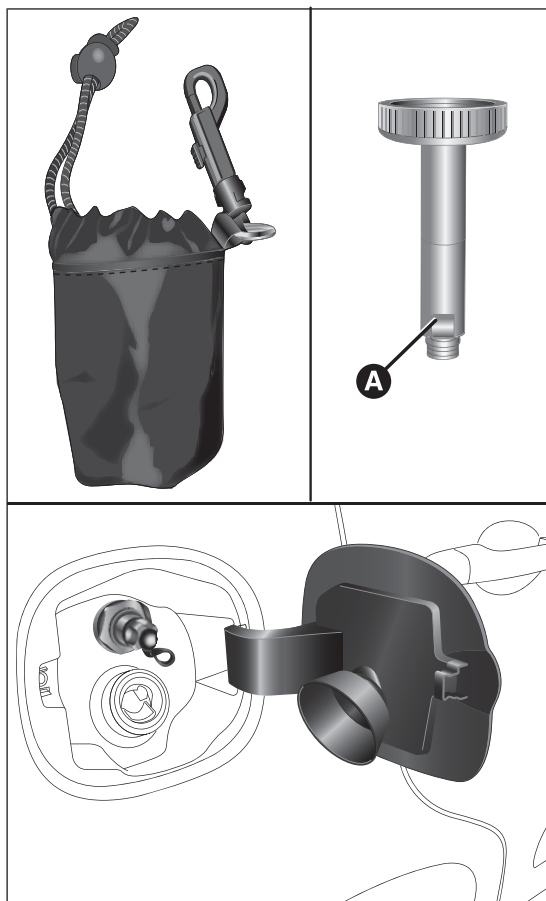

fig. 22
- consegnare l'apposito adattatore di carica A fig. 22 al personale addetto al rifornimento di GPL.
**AVVERTENZA** In funzione del Paese di commercializzazione esistono tipi diversi di adattatori per la pompa di rifornimento GPL. Con la vettura viene consegnato un adattatore di carica A fig. 22, ubicato all'interno di un'apposita custodia, specifico per il rifornimento nel Paese di commercializzazione della vettura stessa. Nel caso ci si dovesse recare in un altro Paese, occorre informarsi sul tipo di adattatore da utilizzare.